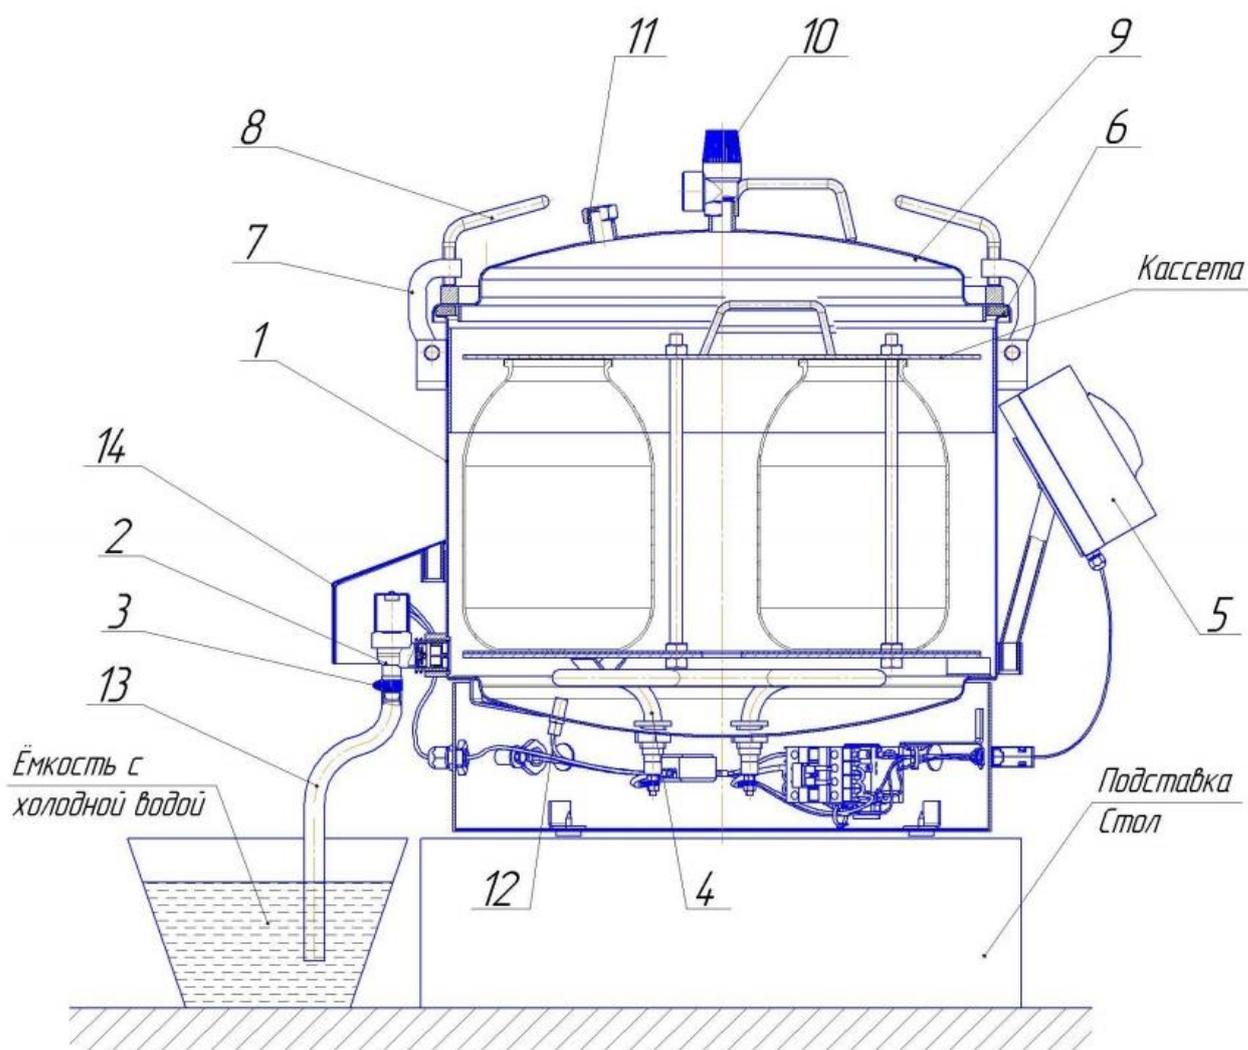

Рисунок 1: Автоклав в сборе
4. Для защиты от брызг и пара при сливе воды с температурой свыше 100°C, конец шланга слива 6 (рис.1) опустить в ведро (или другую ёмкость) с небольшим количеством холодной воды (водяной затвор) и закрепить его (например, привязав шланг к ручке ведра), иначе возможны хаотичные движения шланга с выбросом пара и горячей воды во все стороны в первые минуты слива воды.
- не вывинчивать упоры зажима крышки 8 (рис. 1) автоклава.
- при необходимости сбросить давление в автоклаве, повернуть головку предохранительного клапана 10 (рис.1), до полного прекращения выхода пара (для предотвращения попадания пара на руку одеть защитную перчатку);
- вывинтить упоры 8 (рис. 1), отбросить прижимы 7 и снять крышку 9;
2. Установить автоклав на подставку (рис.1).
4. Надеть конец шланга слива 13 (рис.1) на ниппель электромагнитного клапана 2 и закрепить его хомутом 15, другой конец опустить в ведро (или другую ёмкость) с небольшим количеством холодной воды и закрепить его (например, привязав шланг к ручке ведра) (смотри п. 4 раздела «Требования безопасности»). Для удобства удаления выливаемой воды заранее установить рядом второе пустое ведро.
5. Проверить затяжку заглушки с прокладкой 11 (рис. 1).
8. Налить в корпус 1 (рис.1) 20 литров воды, при этом уровень воды должен быть на 1 см выше крышки кассеты. Закрыть автоклав крышкой 9 и надёжно закрепить её с помощью прижимов 7 и упоров 8, равномерно крест-накрест затягивая упоры. Для повышения качества консервируемых продуктов рекомендуется загружать кассету с банками в автоклав с температурой воды 600°C.